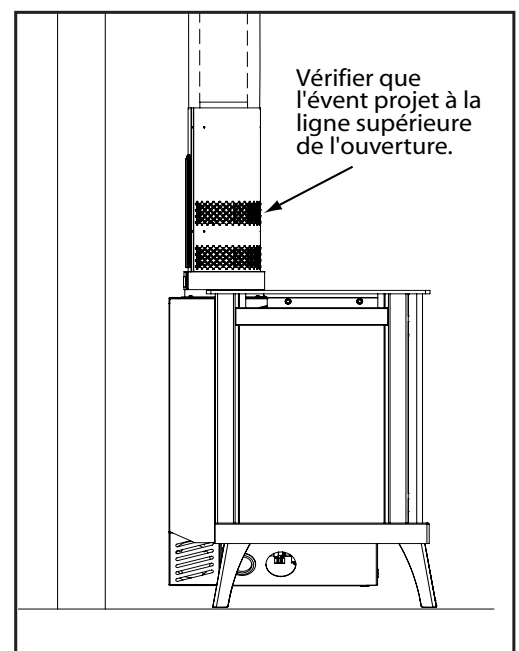

Figure 34: Test d'ébauche
4. Après un minimum de 10 minutes, tester le projet de cheminée avec une allumette de fumée pour confirmer qu'il y a suffisamment d'ébauche autour du corps de l'adaptateur du capuchon, comme illustré dans la Figure 34